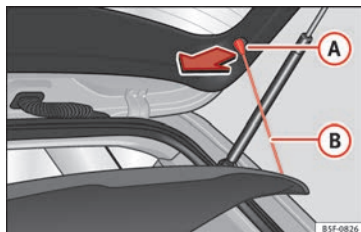

Fig. 159 En el maletero: desmontar y montar la bandeja.
- Desenganche los tirantes de sujeción » fig. 159 (B) de los alojamientos (A).
- Enganche los tirantes de sujeción » fig. 159 (B) en el portón trasero » » Δ.